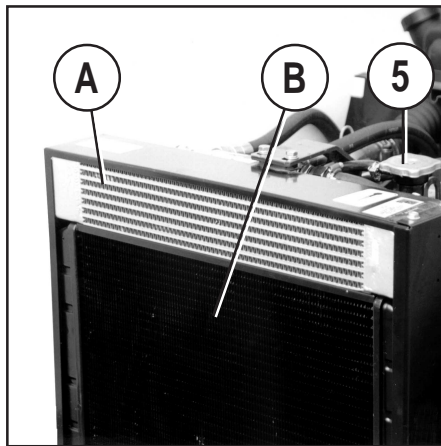

Fig. 11
- Kølerlegeme A (fig. 11), der har til formål at afkøle olien i det hydrostatiske system.
- Kølerlegeme B (fig. 11), der har til formål at afkøle vandet i motorens kølesystem.
Vandet til afkøling af motoren påfyldes gennem studsden (5 fig. 11).